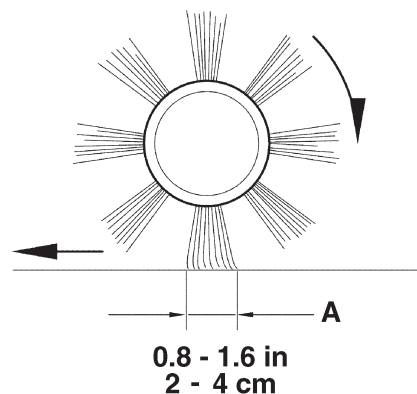

Figure 3
- Contrôler que la largeur de la trace (A, Fig. 3) laissée par le balai central est comprise entre 2 et 4 cm dans toute sa longueur.
Au cas où il ne serait pas possible de régler correctement la trace (A, Fig. 3), car le balai exerce une pression excessivement différente aux extrémités de sa longueur, se référer au manuel d'entretien pour la procédure de réglage.